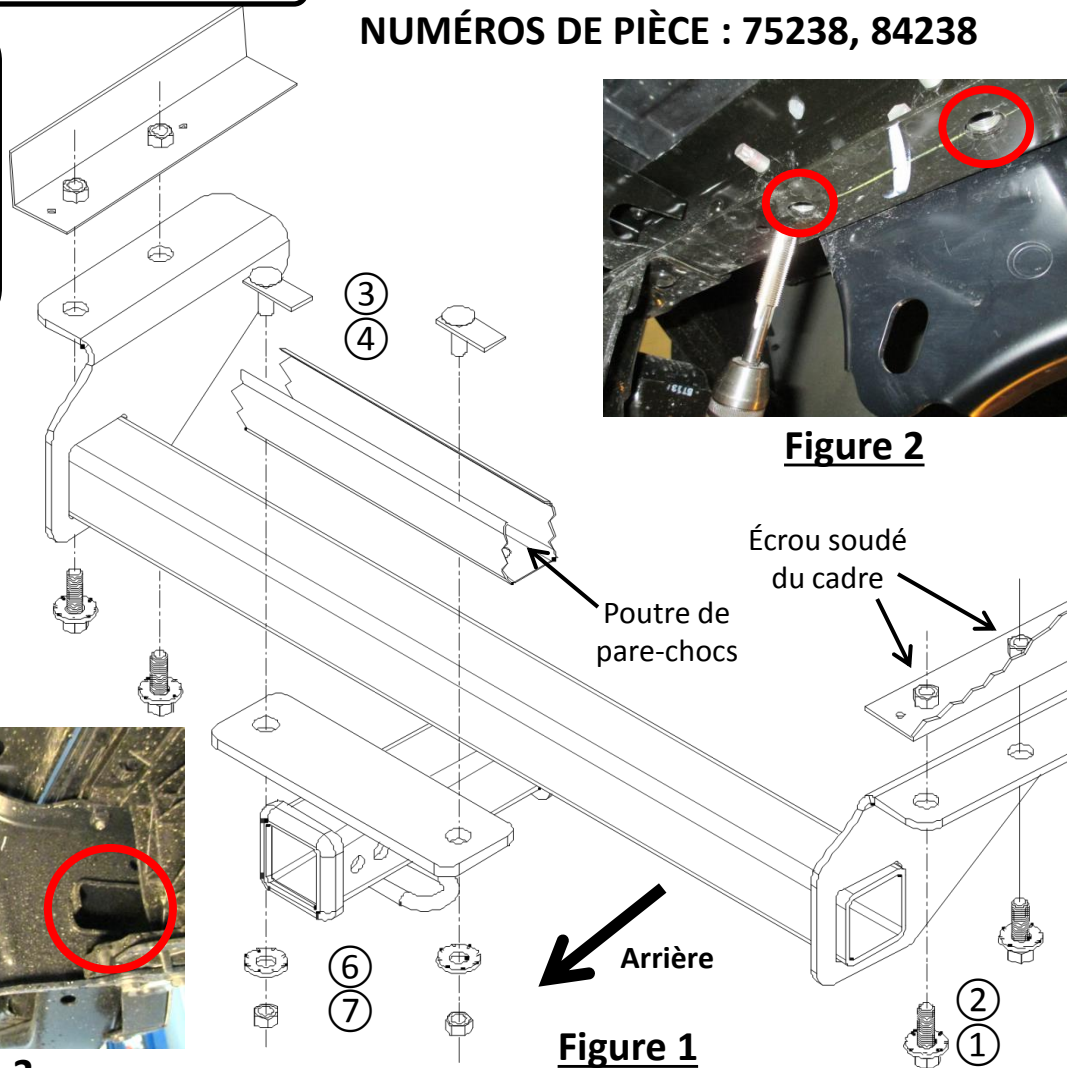

Figure 1
2. Hitch installation – insert pull wires (5) into bumper beam through bumper beam side opening and then use them to feed carriage bolts (3) and spacer (4) into bumper beam, see Figure 3, 4. Leave pull wires attached. Raise the hitch into position and feed carriage bolts through top plate holes, see Figure 1. Loosely install M12 bolts (1) and conical washers (2) through bracket holes into frame weldnuts. Loosely install nut (7) and conical washer (6) on carriage bolts.
2b. Raise the hitch into position and feed carriage bolts through top plate holes, see Figure 1. Loosely install M12 bolts (1) and conical washers (2) through bracket holes into frame weldnuts. Loosely install nut (7) and conical washer (6) on carriage bolts.
- Installation de l'attelage – Insérer les fils de tirage (5) dans la poutre de pare-chocs à travers l'ouverture latérale de la poutre, puis les utiliser pour acheminer les boulons de carrosserie (3) et l'espaceur (4) dans la poutre, voir Figures 3, 4. Laisser la visserie attachée par les fils de tirage. Soulever l'attelage en position et acheminer les boulons de carrosserie à travers les trous de la plaque supérieure, voir Figure 1. Poser lâchement les boulons M12 (1) et les rondelles coniques (2) à travers les trous du support jusque dans les écrous soudés du cadre. Poser lâchement l'écrou (7) et la rondelle conique (6) sur les boulons de carrosserie.
2b. Soulever l'attelage en position et acheminer les boulons de carrosserie à travers les trous de la plaque supérieure, voir Figure 1. Poser lâchement les boulons M12 (1) et les rondelles coniques (2) à travers les trous du support jusque dans les écrous soudés du cadre. Poser lâchement l'écrou (7) et la rondelle conique (6) sur les boulons de carrosserie.